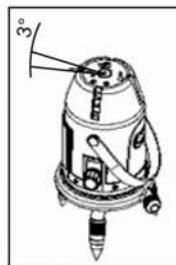

Рис.6
■ Когда компенсатор выходит из диапазона работы  $\pm 3^\circ$ , прибор начинает автоматически мигать. Выставьте прибор в горизонтальное положение с помощью круглого пузырькового уровня (Рис.6). Продолжите работу.